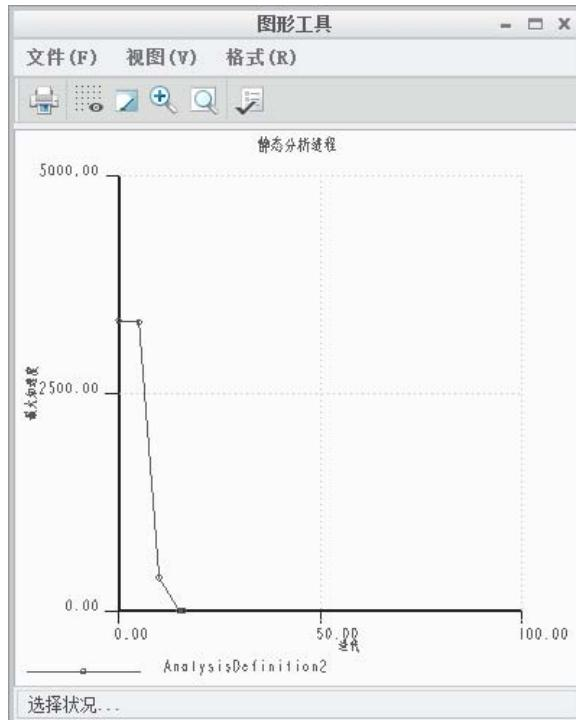

图 6.5.14 “图形工具”对话框
(1) 选择命令。单击 **分析** ▾ 区域中的“机构分析”按钮 ，系统弹出“分析定义”对话框。
(2) 定义分析类型。在 **类型** 下拉列表中选择 **静态** 选项。
(3) 定义初始配置。在 **初始配置** 区域中选择 **快照** 单选项，并在其后的下拉列表中选择快照“Snapshot2”。
(4) 定义分析步距。在 **最大步距因子** 中取消选中 **默认首选项** 复选框，在其后的文本框中输入值 0.01。
(5) 定义外部载荷。单击 **外部载荷** 选项卡，选中 **启用重力** 复选框。
(6) 运行运动分析。单击“分析定义”对话框中的 **运行** 按钮，查看机构的运行状况。此时机构逐渐达到平衡状态，并显示图 6.5.14 所示的“图形工具”对话框。该对话框中显示了加速度迭代图形。
(7) 单击 **确定** 完成运动分析，关闭“图形工具”对话框。